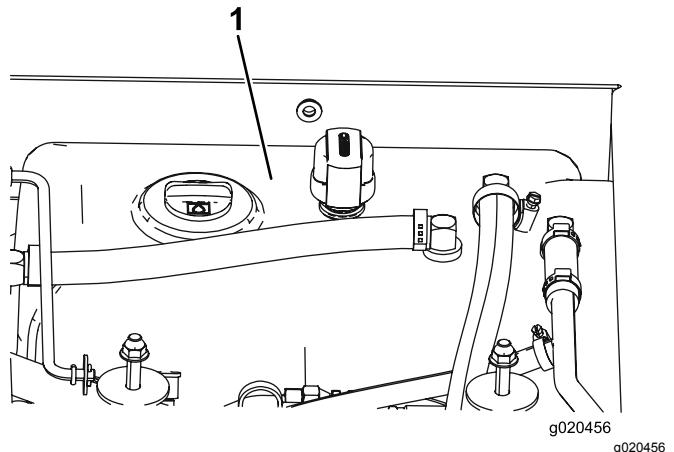

Figura 116
- Encha o reservatório (Figura 116) com fluido hidráulico; consulte Substituição do fluido hidráulico (página 79).